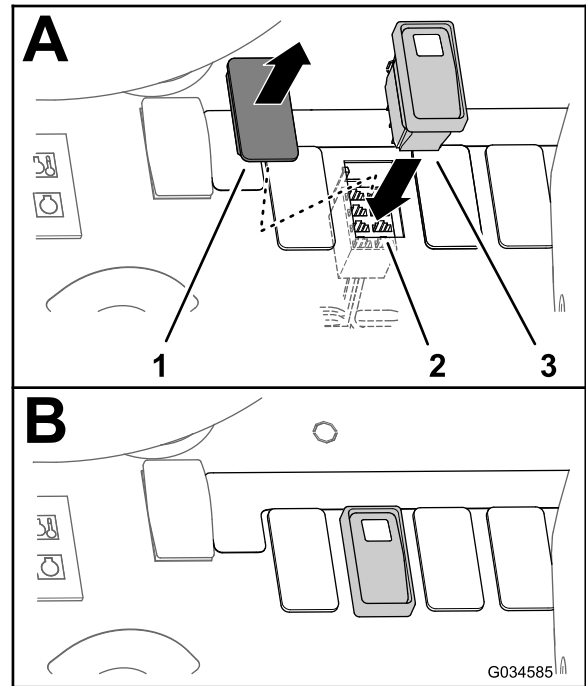
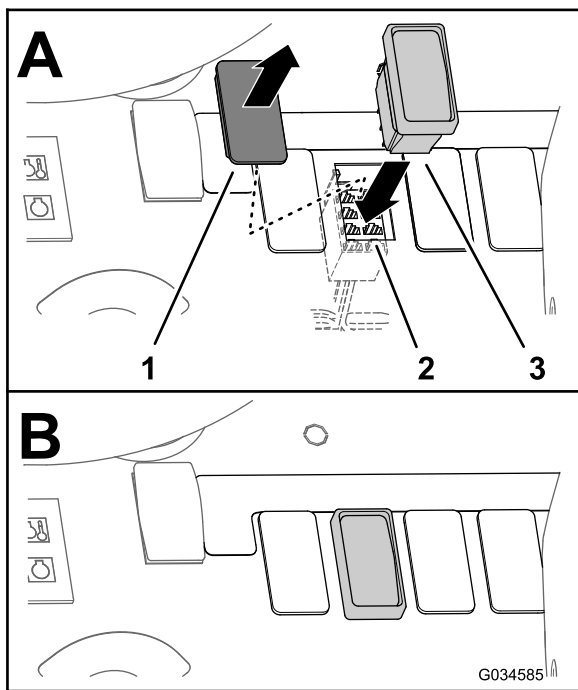

図 36
図 37
1. ダッシュボード上の、すすぎタンク用スイッチのプラグを打ち抜いて穴を作る図 36 または図 37。
に導く 図 36 または 図 37。
ケットコネクタに接続する 図 36 または 図 37。
パチンとはまるまで完全に押し込む 図 36 と 図 37。